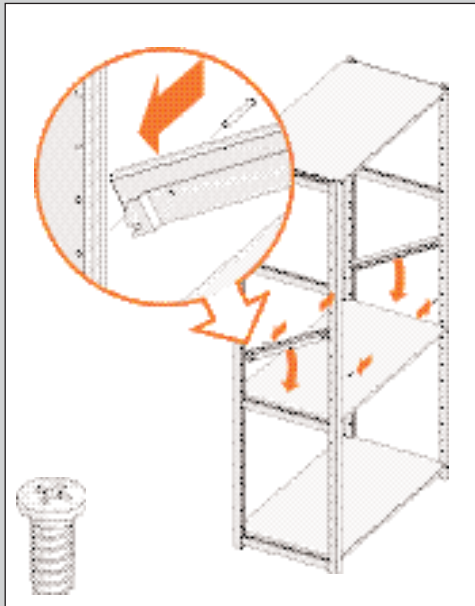

ABBILDUNG 22
2. Montieren Sie die Gleitschiene in den hinteren Teil des Ständers auf den Tragstiften (siehe Abb. 22).